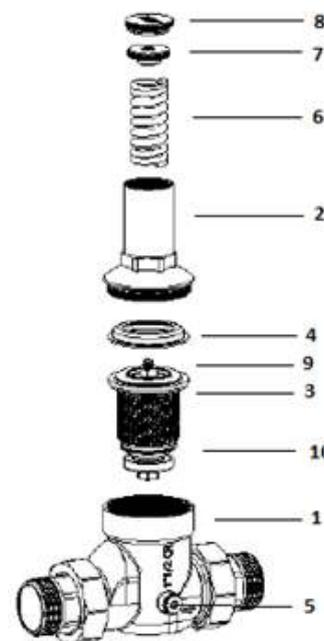

Рис. 3
Редуктор (рис. 3) состоит двух конических камер (1 и 2), разделенных мембраной (3). Камера (1) связана присоединительными фитингами с питающей и потребляемой системами. Мембрана зажимается между корпусами (1 и 2) через стальное кольцо (4). В камере (2) на мембрану через стальную кнопку (9) воздействует пружина (6), сила прижатия которой, калибруется кольцом (7). Кнопка (9) связана штоком с клапаном (10). Вверху редуктора имеется колпачок (8) с обозначением FAR. На выходе редуктора расположены штуцеры (5) для подключения двух манометров, симметричные относительно направлению потока, что облегчает размещение редуктора и считывание показаний.